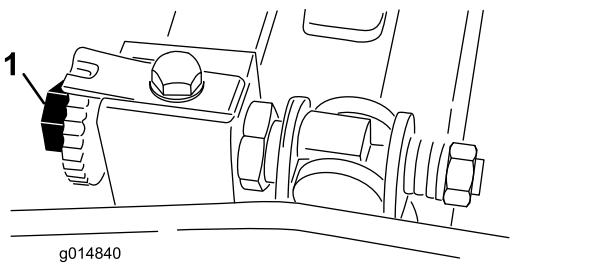

图47
3. 旋转滚刀使一片刀片经过滚刀组右侧第一个与第二个底刀刀刃 图47。
6. 向右转动底刀架调节螺丝左右滑动薄垫片直至感到薄垫片上存在轻微的压力如拉力 图47。